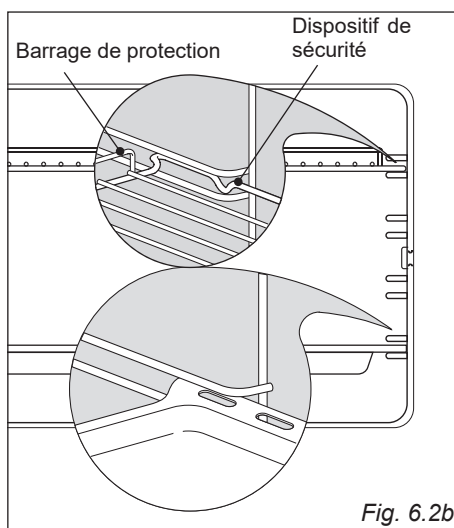

Fig. 6.2b
- Faire glisser sur les guides la grille et la lèchefrite (fig. 6.2b).